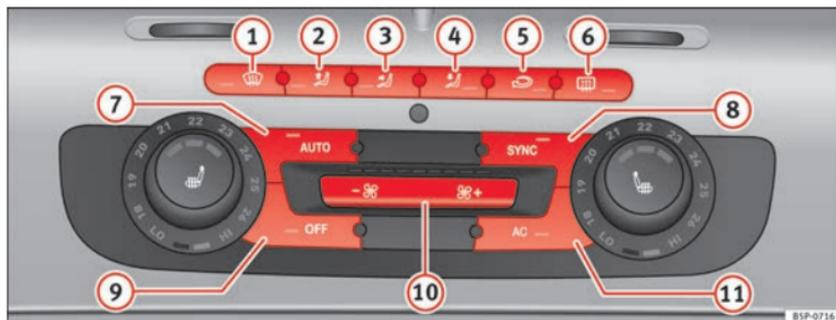

Fig. 136 Comandi del Climatronic 2C nel quadro strumenti
- Premere uno dei tasti compresi tra ⇒ fig. 136 ① e ⑤ oppure i tasti della ventola ⑩. La funzione selezionata compare nel display della radio o del navigatore.
- Il ricircolo dell'aria si attiva e si disattiva premendo il tasto **↻** ⇒ fig. 136 **2**. La funzione risulta attiva quando sul display appare il simbolo **↻**.